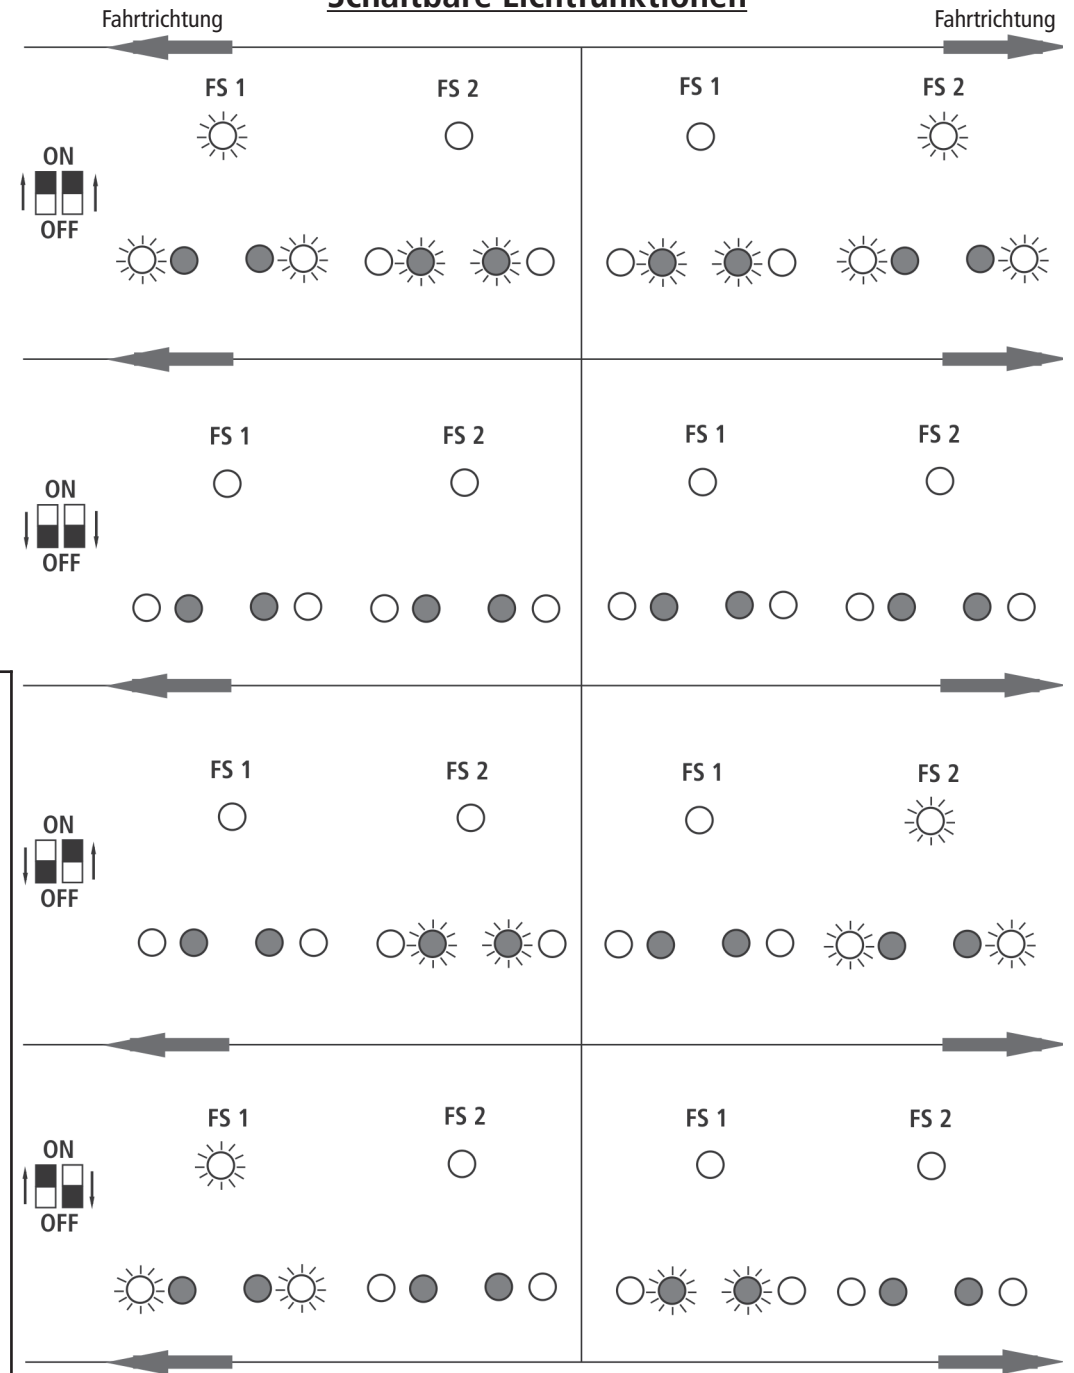
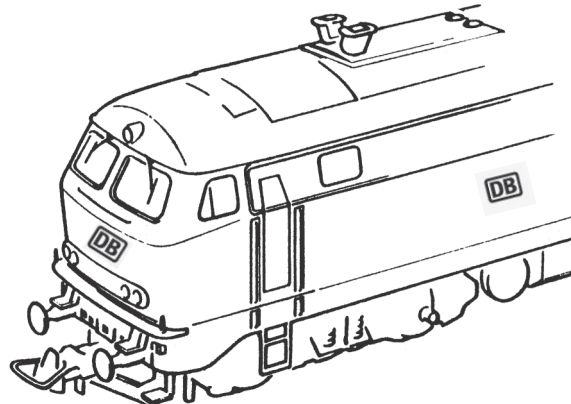

Fig. 6
Fig. 3
Mehrzugbetrieb: Zuerst Lokgehäuse abnehmen (Fig. 3). Danach den Brückenstecker aus der Schnittstelle entfernen (diesen sorgsam aufbewahren). Danach den Stecker des Steuerbausteins lagerichtig einsetzen (siehe Fig. 6).
2. Schmierung: Versehen Sie die im Schmierplan in Fig. 7 gekennzeichneten Stellen mit nur **kleinen Öltropfen**. Dazu zuerst das Lokgehäuse abnehmen (Fig. 3). Wir empfehlen den ROCO **Öler Art.-Nr. 10906**. Fürs Schmieren der Getriebeteile (Zahnräder, Schnecke) empfehlen wir das **ROCO-Spezialfett Art.-Nr. 10905**. Im Falle der Schmierung diese Teile **nicht ölen**.
4. Motorwechsel: Lokgehäuse abnehmen (Fig. 3). Danach wird der Motor ausgebaut und ausgetauscht (Fig. 9).
Finally put the plug of the chip into the interface as shown in fig. 6.
2. Lubrication: Apply **tiny oil drops** to spots marked in fig. 7. Prior to lubrication dismantle locomotive (fig. 3). We recommend using item no. **10906, ROCO oiler**. For lubrication the gearparts (e.g. cogwheels, worm) we would recommend our ROCO **special grease** (item no. **10905**).
4. Motor Changing: First remove loco body (fig. 3), and then the motor (fig. 9).
Enlevez la fiche de shuntage de l'interface (à conserver!) et enfichez finalement la fiche du module de télécommande aux prises de l'interface. Veillez à la position correcte de la fiche (voir fig. 6).
2. Graissage: N'appliquez **qu'une toute petite goutte** aux endroits indiqués par le plan de graissage (fig. 7) après avoir démonté la caisse de la locomotive (fig. 3). Nous vous recommandons **le graisseur à huile ROCO réf. 10906**. Pour graisser les engrenages (roues dentées, vis sans fin) nous vous conseillons la **graisse spéciale ROCO réf. 10905** pour engrenages en matières synthétiques. Lorsque vous utilisez cette graisse il faut éviter d'huiler ces composants.
4. Remplacement du moteur: Démontez la caisse (voir fig. 3). Démontez ensuite le moteur (fig. 9).
1. siehe see voir } Fig. 3
1. siehe } Fig. 3